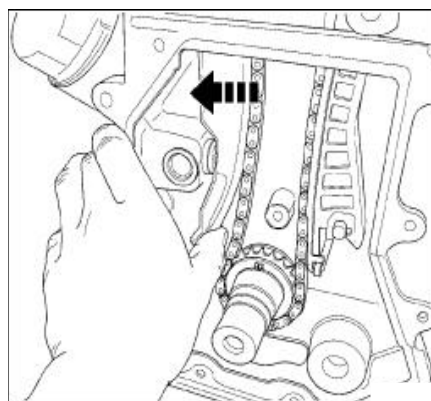

图. 27 激活正时链条张紧器
(8) 安装正时链条张紧器的机油腔到张紧器。
(9) 安装正时链条张紧器, 张紧器螺栓塞紧固力矩为 $62\text{ N}\cdot\text{m}$ (46 ft. lbs.)。
(10) 压下左正时链条导板, 让正时链条张紧器激。(图. 27)。